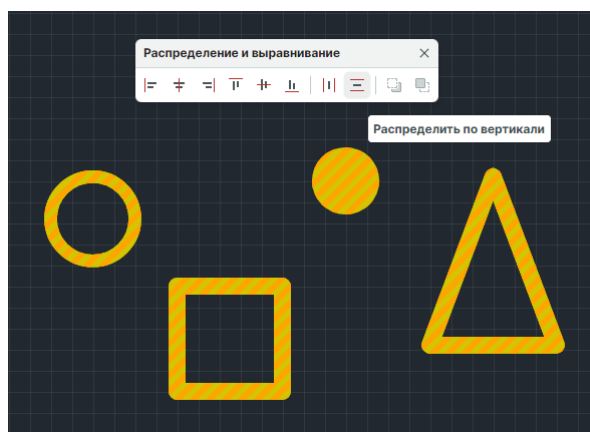

Рис. 571 Выбор инструмента
2. На панели «Распределение и выравнивание» выберите инструмент «Распределить по вертикали», который обозначен иконкой , см. Рис. 571.